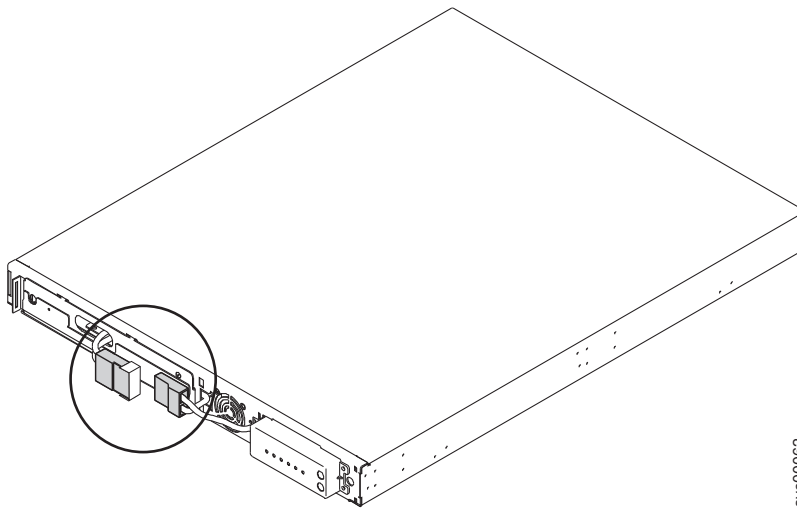

図 313. 保護テープ付きの 2145 UPS-1U 内部バッテリー・コネクタ
7. 2つのコネクタを引き離して、露出したバッテリー・コネクタ (図 313 に示す) を粘着テープでカバーします。